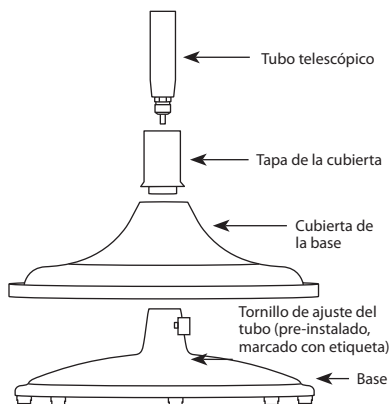

FIGURA 1
1. Baje la cubierta de la base sobre la base de hierro fundido. Vea la Figura 1.
2. Gire la tapa de apoyo de la cubierta en sentido horario hasta que la base de hierro fundido esté apretada. Vea la Figura 1.